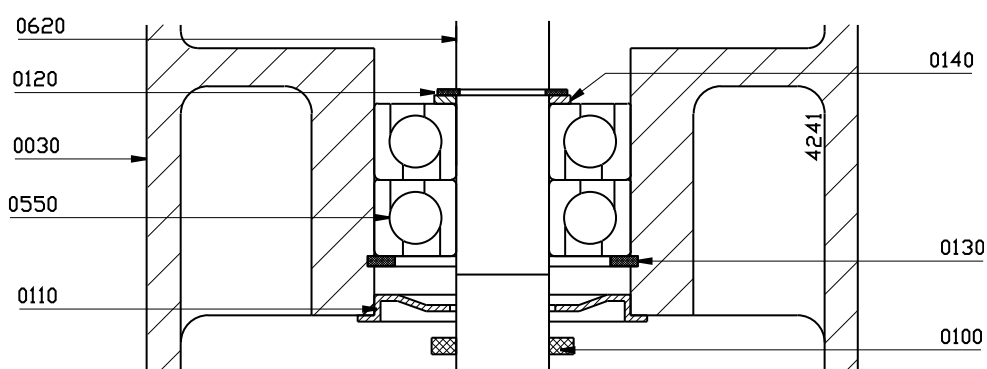

Bild 5: Montering av kullager MCV(S) 10.
**!** Se till att lagret kommer i rätt läge: kullagrets innerring måste monteras med den minsta diametern vänd nedåt, se bild 5.